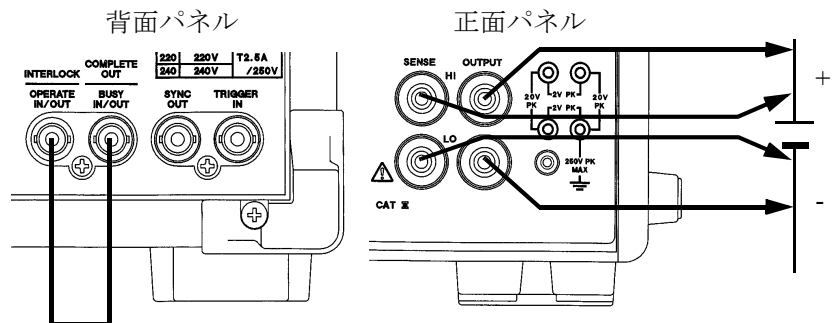

図 2-12 電池充放電試験の接続
8. 接続ケーブルによる電圧降下をなくすため、図 2-12 のように 4 端子で接続します。